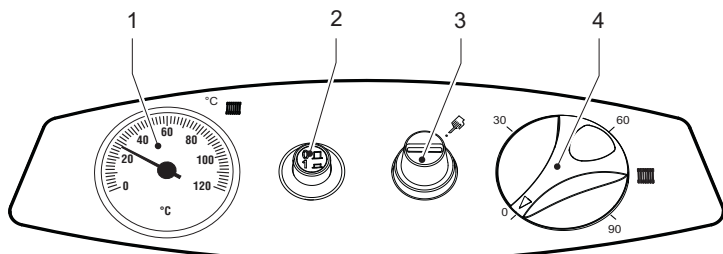

fig. 1 - Bedieningspaneel modellen ATLAS 32-78
- B** Ενεργοποίηση του θερμοστάτη ασφαλείας όταν η θερμοκρασία του λέβητα υπερβαίνει μια καθορισμένη τιμή, με αποτέλεσμα οι συνθήκες λειτουργίας να είναι επικίνδυνες. Για να αποκατασταθεί η λειτουργία, ξεβιδώστε την τάπα 3 του fig. 1 και πατήστε το μπουτόν επαναφοράς.
Druk op knop 2 van fig. 1 om ketel en brander te voeden. Raadpleeg voor de werking van de brander de betreffende handleiding.
Voor korte onderbrekingen drukt u op knop 2 van fig. 1 op het bedieningspaneel en zet u hem in stand "0". Wanneer de ketel langere tijd niet gebruikt wordt, moet u niet alleen knop 2 indrukken, maar tevens de brandstofafsluiter dichtdoen. Om vorstschade te voorkomen wanneer de ketel in de winter langere tijd niet gebruikt wordt, moet de verwarmingsinstallatie met een speciale antivriesvloeistof gevuld worden of volledig afgetapt worden.
De gewenste temperatuur in de installatie instellen met de regelthermostaat 4 van fig. 1.